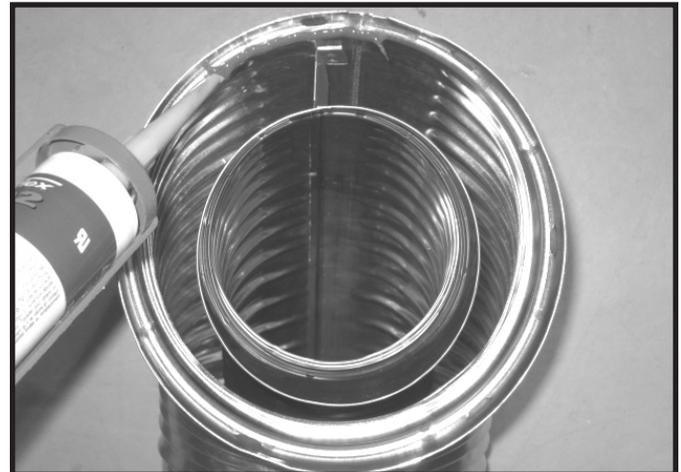

Figure 7.1 Scellant silicone à haute température
Voir la Figure 7.1 **OU**
- Appliquez une bande de silicone (procurant un degré minimum d'exposition continue de 150 °C (300 °F) dans le joint femelle du conduit extérieur avant de relier les sections. Voir la Figure 7.1.